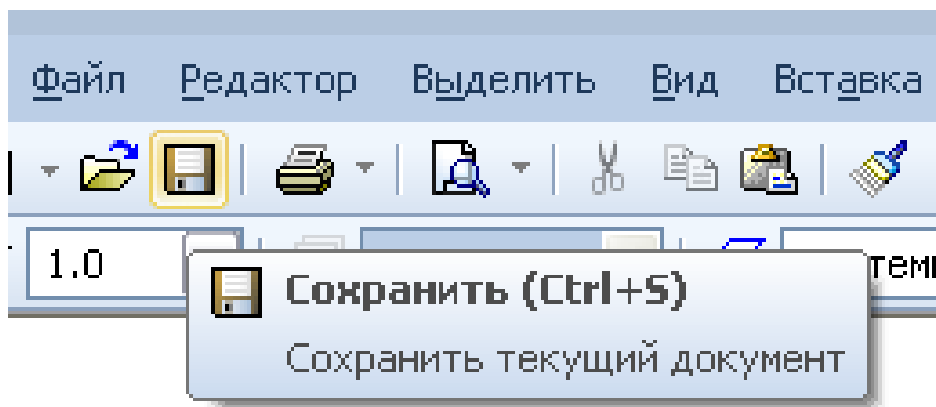

Рис. 2.1.7
7. Клацніть на кнопці **Сохранить**  на **Панелі інструментів**. Відкрийте папку **Мои документы** (рис. 2.1.7).